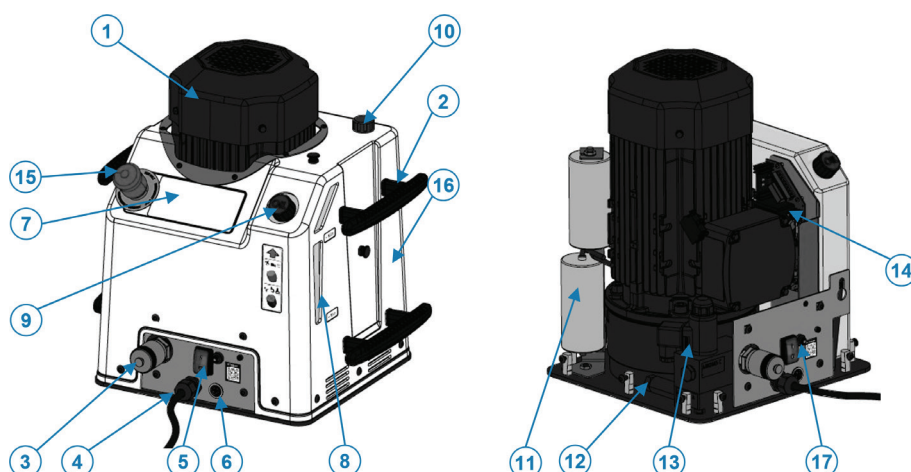

Fig. 2: Vue de face et vue intérieure
La pompe électrohydraulique est équipée d'un bouton d'arrêt d'urgence situé sur le dessus du capot en plastique ; lorsqu'on appuie dessus, l'alimentation électrique de la pompe électrohydraulique est coupée et les mouvements de la machine sont arrêtés (Fig. 2, pos. 15).
La pompe électrohydraulique est équipée d'un disjoncteur de protection intégré qui se déclenche en cas de surcharge de la machine. Le temps de déclenchement dépend de l'intensité de la surcharge. Une fois déclenché, celui-ci coupe l'alimentation électrique de la pompe électrohydraulique. Tous les mouvements de la machine sont arrêtés (Fig. 2, pos. 17).
L'ensemble de la pompe électrohydraulique est monté sur une plaque de base. Les poignées de transport intégrées (Fig. 2, pos. 2) permettent de déplacer l'appareil d'un poste de travail à l'autre. À l'avant se trouve la plaque de raccordement client, qui permet le raccordement hydraulique et de commande (Fig. 2, pos. 3 et pos. 6) pour les outils raccordés, l'interrupteur à bascule (Fig. 2, pos. 5) permettant de mettre la machine en marche et de l'arrêter, ainsi que le câble d'alimentation (Fig. 2, pos. 4). La plaque signalétique (Fig. 2, pos. 7) se trouve sur la face du capot en plastique (Fig. 2, pos. 16) tournée vers le client.
Le niveau d'huile hydraulique dans le réservoir peut être lu et vérifié à l'aide du regard (Fig. 2, pos. 8) situé sur le côté droit de la pompe. Des autocollants indiquant les niveaux de remplissage minimum et maximum ont été apposés à titre indicatif. La pompe est activée par l'outil hydraulique raccordé. Si la pression de service dans l'outil dépasse la pression maximale réglée sur la pompe, la soupape de limitation de pression (Fig. 2, pos. 12) s'ouvre et renvoie le débit d'huile vers le réservoir de la pompe. L'ouverture du réservoir est obturée, en service, par la vis d'aération perméable à l'air (Fig. 2, pos. 9) et, pour le transport, par la vis d'obturation étanche (Fig. 2, pos. 10). Lorsque l'on actionne le bouton d'arrêt d'urgence (Fig. 2, pos. 15), l'alimentation électrique de la pompe est coupée, le moteur (Fig. 2, pos. 1) s'arrête, l'électrovanne revient en position de repos, l'huile hydraulique s'écoule dans le réservoir et l'outil revient à sa position initiale. En cas de surcharge, le disjoncteur de protection de l'appareil se déclenche et coupe l'alimentation électrique de la pompe électrohydraulique. Le bouton-poussoir (Fig. 2,